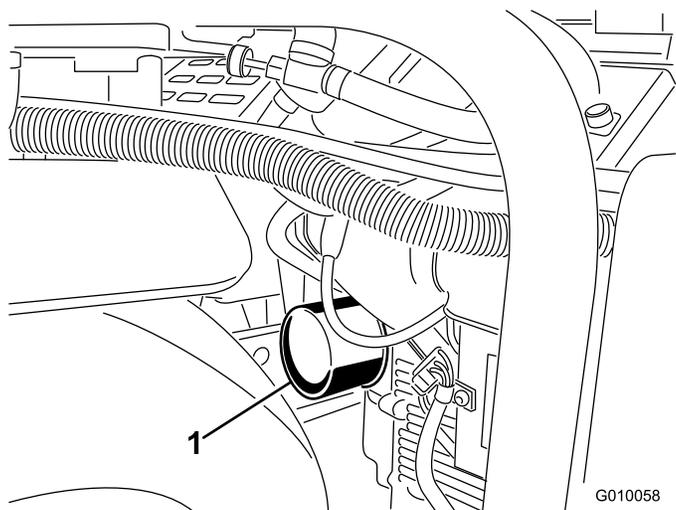
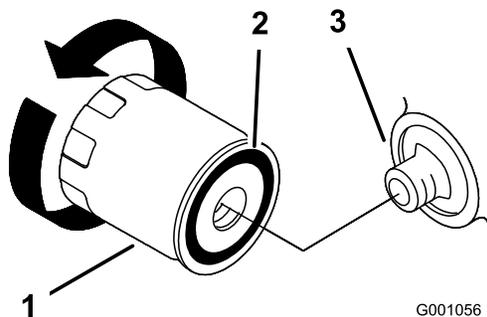

Figure 47
Figure 48
- Placez un bac de vidange peu profond ou un chiffon sous le filtre pour récupérer l'huile (Figure 47).
- Enlevez le filtre à huile usagé (Figure 47 et Figure 48) et essuyez la surface du joint de l'adaptateur.
- Faites l'appoint d'huile avec précaution pour faire monter le niveau jusqu'au repère du plein (F) sur la jauge.